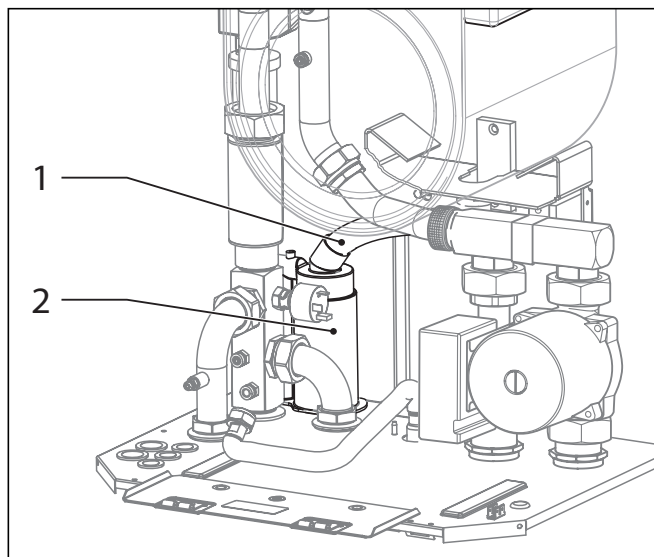

Fig. 7.5 Curățarea căilor pentru apa din condens (1)
Dacă este curățat schimbătorul primar de căldură, trebuie să fie mai curățate calea pentru apa din condens și sifonul; vezi cap. 7.2.3. Pentru spălarea schimbătorului primar de căldură, vă puteți folosi de ajutorul cotului de racord și al țevii ondulate. Detașați acestea piese de pe sifon (2, fig. 7.5) și lăsați clema și cotul de racord pe schimbătorul primar de căldură.
În scopul curățării căilor pentru condens, se pot demonta furtunul de scurgere a apei din condens de la schimbătorul primar de căldură (1, fig. 7.5) și întregul sifon pentru apa din condens (2). Cele două componente pot fi apoi curățate în stare demontată.